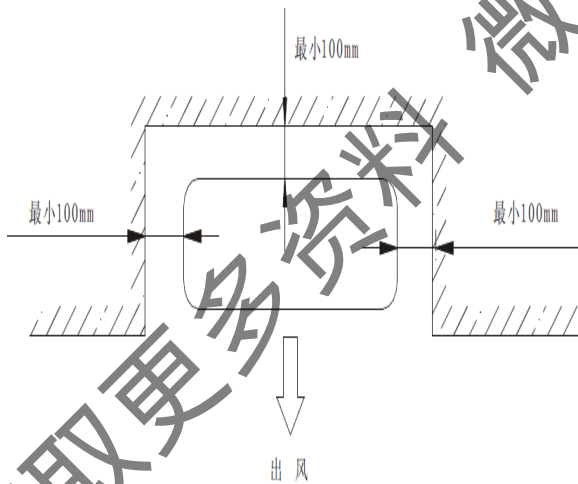
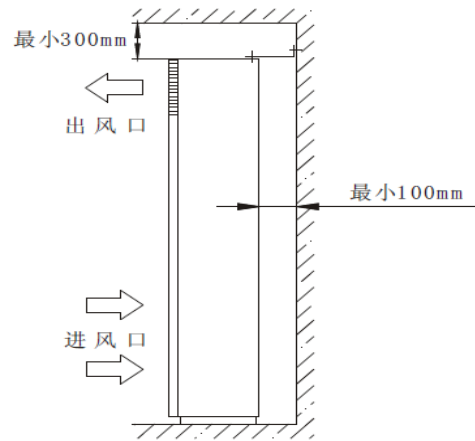

图 6
图 7
- 9) 为确保机组正常运行及方便安装维修，应留下一定的空间（见图 6、图 7）。